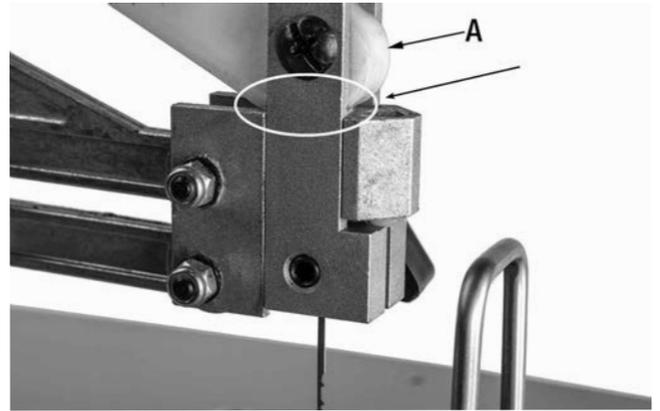

FIGURE 18
Appliquer régulièrement une petite quantité de graisse blanche ou de la vaseline au point de friction du levier de tension de la lame (A) Fig.18, ceci permettra un fonctionnement plus doux, et peut aider à prolonger la vie du levier de pression de la lame. Re-appliquez après toutes les 10-15 heures d'utilisation, ou au besoin en fonction de la fréquence d'utilisation.